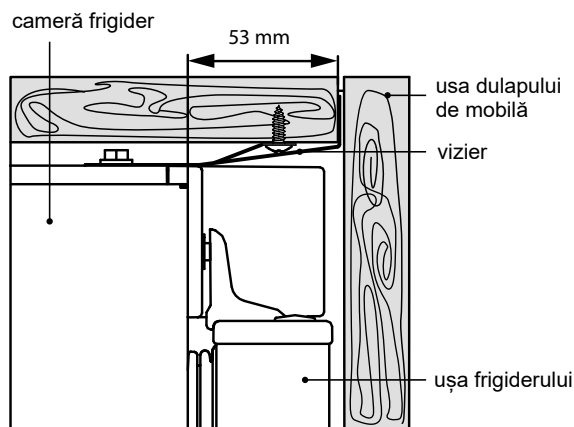

Figura 6
**ATENȚIE!** Distanța de la dulapul frigiderului la marginea vizierului în conformitate cu figura 6 trebuie menținută pe toată înălțimea frigiderului. Pentru a asigura închiderea etanșă a ușii frigiderului, această distanță ar trebui să fie de 53 mm.